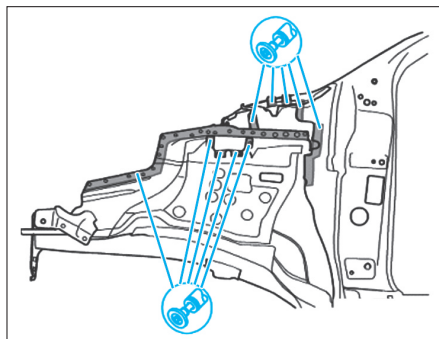

FIG. 11
- Enlever les morceaux restants (Fig.11).